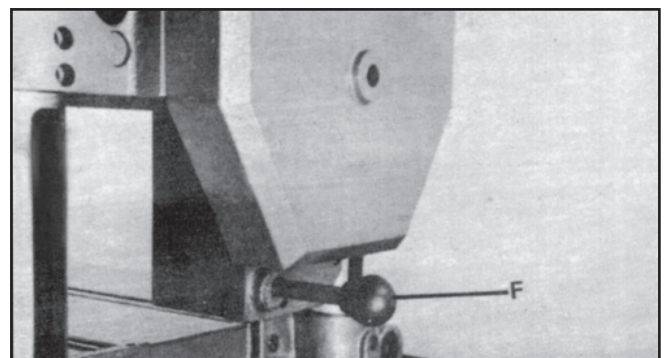

Figura 10
1. Empuje la palanca de control de velocidad (F, Figura 10) por completo para alimentar a 20 pies por minuto.